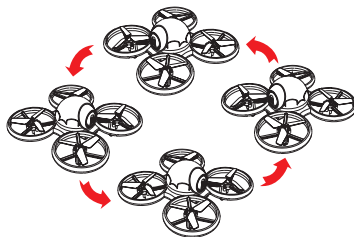

Figure 2: Le drone tourne sur lui même
3. Maintenez simultanément les deux joysticks en diagonale vers le bas et la droite (Figure 2).